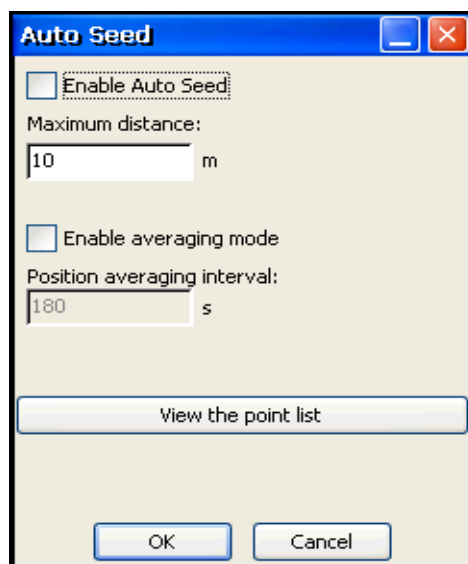

Рис. 3-15. Настройка базового приемника
11. Для настройки базового приемника нажмите значок **Auto Seed** и задайте следующие параметры (Рис. 3-15 на стр. 3-16), после чего нажмите **ОК**.